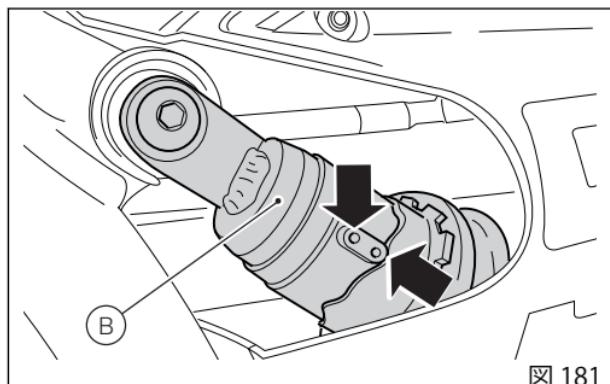

図 181
チェーン張力値は、リアショックアブソーバー (B) が初期状態、すなわちすべて緩めた位置から2クリックの状態にある場合にのみ有効です ((図 181 参照))。